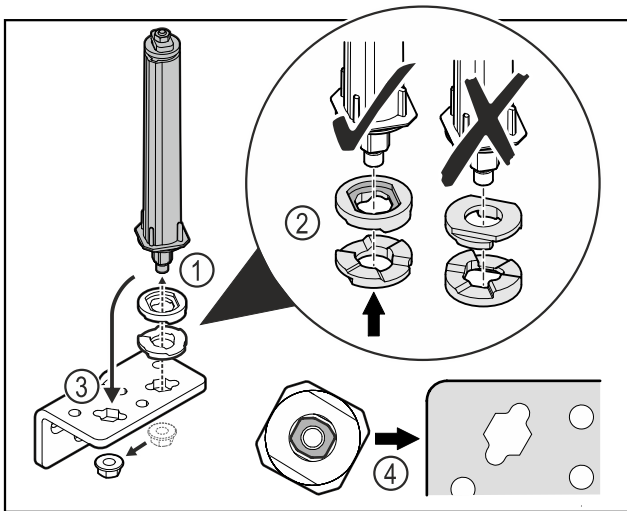

Fig. 34
- ▶ Povolte matici a odstraňte uzavírací systém dvířek Fig. 34 (1).
- ▶ Dbejte na správné vyrovnání výškově stavitelných podložek Fig. 34 (2).
- ▶ Přesaďte uzavírací systém dvířek v úhelníku závěsu a upevněte jej maticí Fig. 34 (3).
- ▶ Při nasazování dbejte na správné vyrovnání uzavíracího systému dvířek Fig. 34 (4).